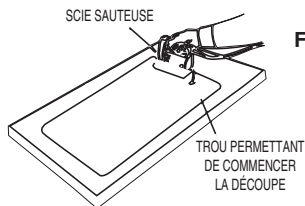

Figure 1
7. Percer un trou dans le gabarit. Ce trou doit être assez grand pour y faire passer la lame d'une scie à guichet ou d'une scie sauteuse. Scier avec précaution en suivant les contours du gabarit. Voir la Figure 1